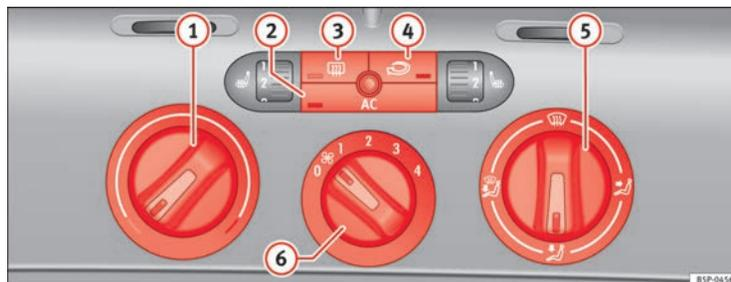

Fig. 128 Comandos do Climatic* no painel de instrumentos
- Com os reguladores ⇒ Fig. 128 ① e ⑤ e com o comando ⑥ é ajustada a temperatura, a distribuição do ar e o nível do ventilador.
- Pressionar o respectivo botão ②, ③ ou ④ para ligar e desligar a respectiva função. Quando a função está activa, a janela que se encontra na aresta inferior do botão ilumina-se.
- ① Regulador da temperatura ⇒ Página 165
② Botão AC – Ligar ou desligar o grupo de refrigeração ⇒ Página 165
- ③ Botão – Desembaciador do vidro traseiro. Cerca de 20 minutos depois de ser activado, o aquecimento é automaticamente desligado. Pode ser também desligado antes, pressionando novamente o botão.
- ④ Botão – Recirculação de ar ⇒ Página 166
- ⑤ Regulador da distribuição de ar ⇒ Página 165
- ⑥ Interruptor do ventilador. O caudal de ar é regulável em quatro níveis. A baixa velocidade o ventilador deve funcionar também sempre num nível baixo. ▶
- Ligar o climatizador com o botão ⇒ Fig. 128 AC.